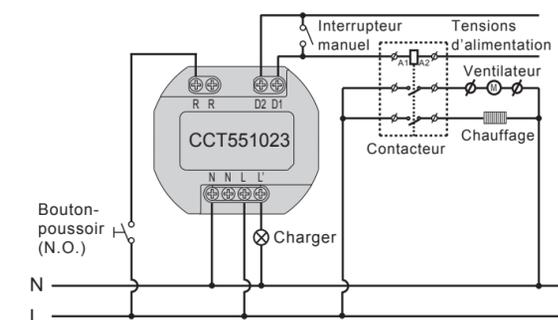
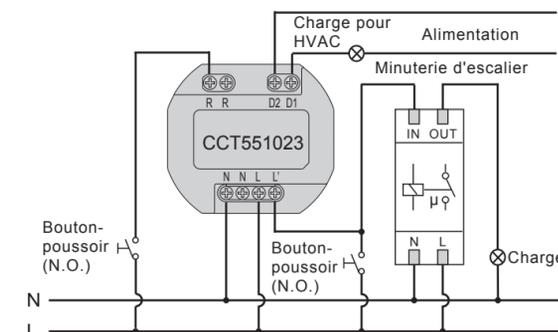
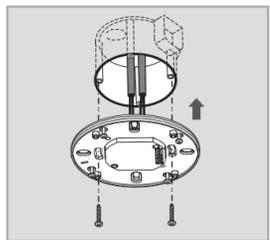
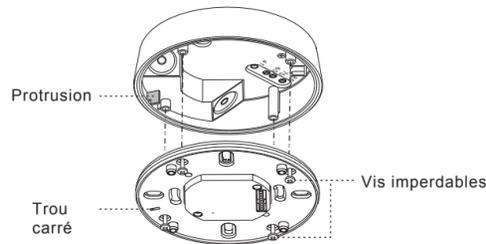

FIG. 5
FIG. 6
FIG. 9
FIG. 17
#### 4.3.1 CCT551023 pour application standard (voir. FIG. 5)
#### 4.3.2 CCT551023 contrôle la minuterie de la cage d'escalier (Temps 1 doit être réglé à $\overline{f}$ $\overline{s}$ $\overline{L}$ ) (voir. FIG. 6)
4.4.1.3 Fixer la boîte d'alimentation dans la boîte de jonction de norme européenne avec 2 pcs vis (voir FIG. 9).
4.4.2.3 Veuillez vous référer à l'illustration des FIG. 5 et FIG. 6 pour un câblage correct puis visser le cache de la boîte d'alimentation fermement.
4.4.3.5 Se référer aux schémas des connexion pour le bon raccordement des câblages (voir FIG. 5 - FIG. 6). Il y a un trou carré dans la plaque de fixation. En plaçant la plaque de fixation dans la boîte de jonction, veuillez adapter le fillister à la protrusion de la boîte de jonction (voir FIG. 17), puis fixez la tête de détection sur la boîte d'alimentation selon la FIG. 9 et assemblez-les à l'aide des 4 pcs vis imperdables attachées.